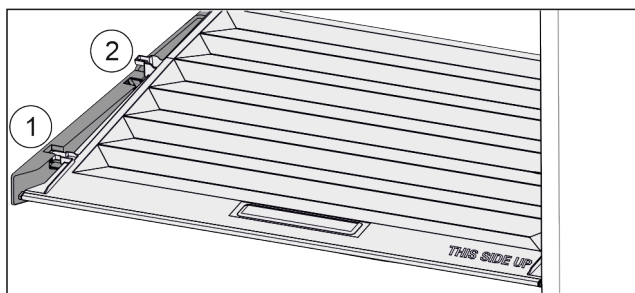

Fig. 116
- Dra locket framåt Fig. 116 (1) till öppningen i fästdelarna.
- Lyft det baktill underifrån och ta ut Fig. 116 (2) det uppåt.